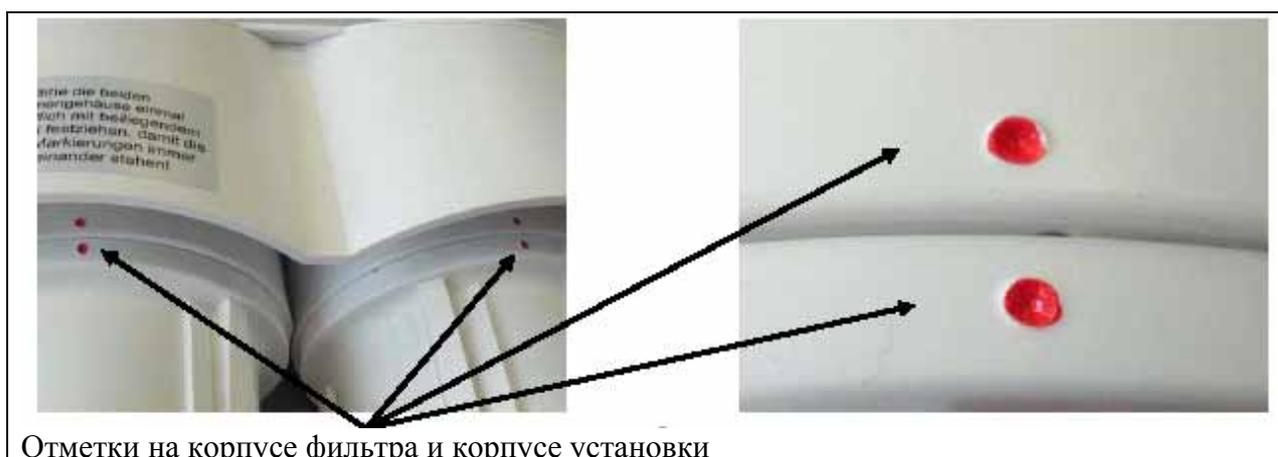

Рисунок 19: Отметки на корпусе MELAdem®40 в местах крепления фильтров
Раз в неделю	Проверка плотности соединения корпусов фильтров (рис. 19), в случае необходимости соединения подтягивают.
**Надежное и водонепроницаемое соединение корпуса фильтра (1) с установкой достигается следующим образом:**
- Привинтите корпус фильтра вручную, затем с помощью ключа для фильтров полностью затяните корпус фильтра в направлении против часовой стрелки до полного совпадения отметок на корпусе фильтра и корпусе установки (как показано на рис. 19). Не меняйте корпуса фильтров местами, в этом случае отметки не совпадут.